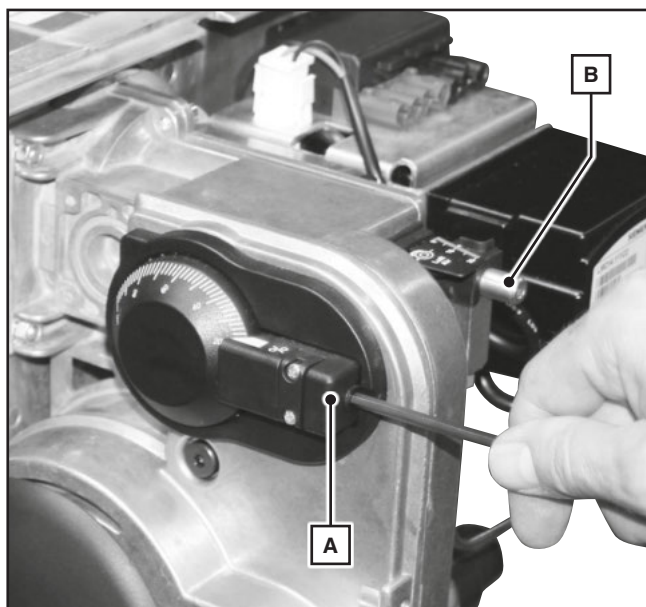

Figure 16
a. Clapet d'air (Cf. fig.16)
b. Accrocheur de flamme (Cf. fig.16)